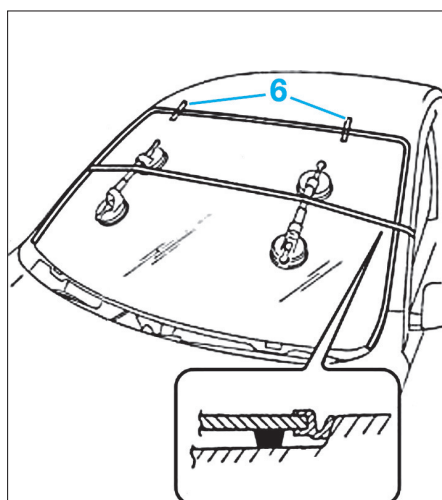

FIG. 5
- Procéder aux ajustements à l'aide de ventouse et de ruban adhésif (4).
- L'ajustement terminé, découper les rubans adhésifs en (6) (Fig.5).
- Apposer régulièrement un cordon de colle sur le pare-brise (Fig.5), puis poser ce dernier.